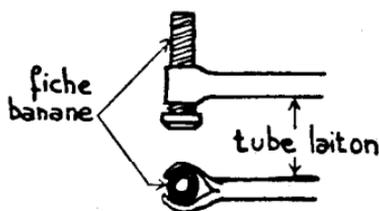

Fig. 28
* Ecarter et aplatir les deux demi-tubes ainsi obtenus, puis les enrouler autour d'une fiche banane du côté collerette (fig. 28).
* Faire de même avec un morceau de tube de laiton d'environ 8 cm et enrouler l'extrémité fendue sur la même fiche banane. Le positionner à angle droit avec le premier tube vers le haut (fig. 28).